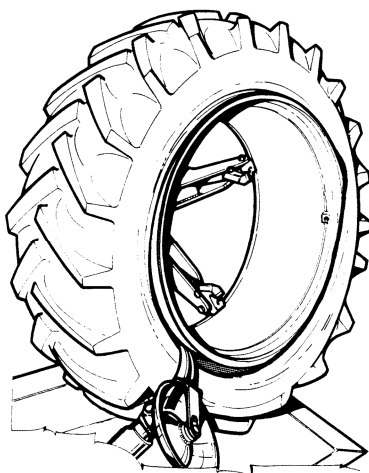

Рис.47
7. Поворачивайте держатель колеса против часовой стрелки, пока внешний борт не будет полностью демонтирован (Рис. 47).